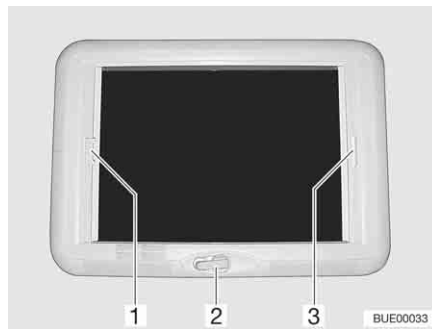

Bild 108 Vevmanövrerad taklucka
- Vrid på handveven (Bild 108,2) tills ett motstånd känns.
- Drag i plisségardinens handtag (Bild 108,3) och släpp i önskad position. Plisségardinen stannar i denna position.
- Drag, med handtaget (Bild 108,1), insektsskyddet till plisségardinens handtag (Bild 108,3) på den motsatta sidan, där det hakas i.
- Tryck insektsskyddet handtag (Bild 108,1) bakåt, uppåt och haka av insektsskyddet från plisségardinen (Bild 108,3).